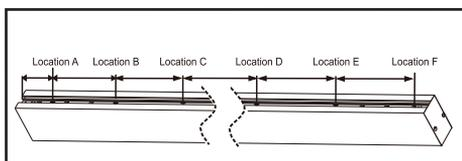

FIG 6
1. Before you install the pendant track, please refer to the picture of pendant hole diagram (ref fig 6) and dimension spacing table, then go to the installation area for positioning and installing.
1. Avant d'installer la rail pendant, veuillez vous référer à l'image avec le diagramme des trous de pendant (réf. Fig 6) et le tableau d'espacement des dimensions, ensuite allez dans la zone d'installation et voir le diagramme de positionnement et d'installation.